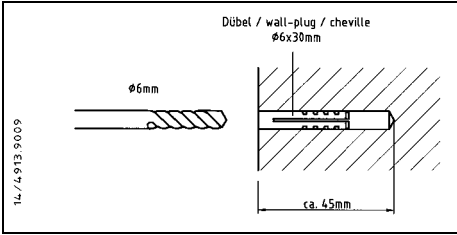
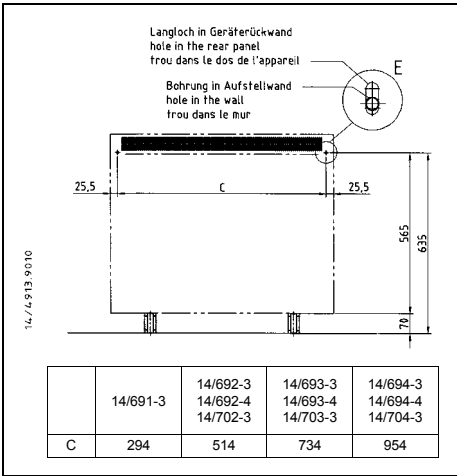

Fig.10
Fig.11
- Kippsicherung/Wandbefestigung vornehmen: Zwei Bohrungen entsprechend Fig.10 und Fig.11 im Abstand C in der Aufstellwand vornehmen. Beiliegende Dübel (Ø6x30) einsetzen.
Hinweis: Nutzen Sie die Geräterückwand als Schablone zum Anzeichnen der Bohrungen. Gerät dazu vor Aufstellwand stellen und Langlöcher oben links und rechts durchzeichnen. Die Bohrungen in der Aufstellwand liegen im unteren Bereich der Langlöcher (Fig.11, Einzelheit E).